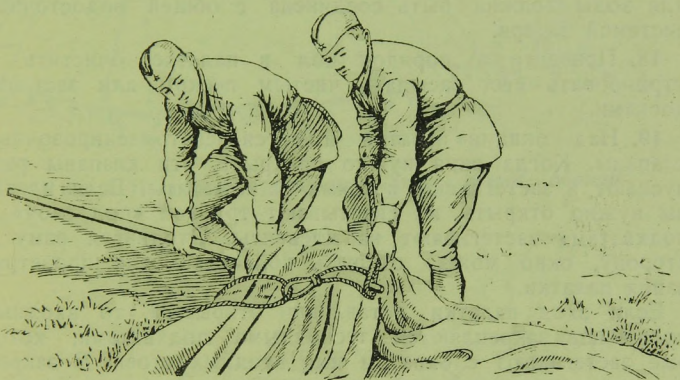

Рис. 4. Установка угловой стойки
11. Забить колья и поставить угловые стойки. Последние закрепить двумя оттяжками, идущими под прямым углом одна по отношению к другой (рис. 1). Колья забивают на расстоянии 1,2—1,5 м от стойки и с наклоном от палатки. Чтобы поставить стойку, нужно поднять угол наружного намета, вставить снизу в угловое отверстие заточенный конец стойки, поверх намета на стойку надеть штропки оттяжек (рис. 4), другой конец (петлю) каждой